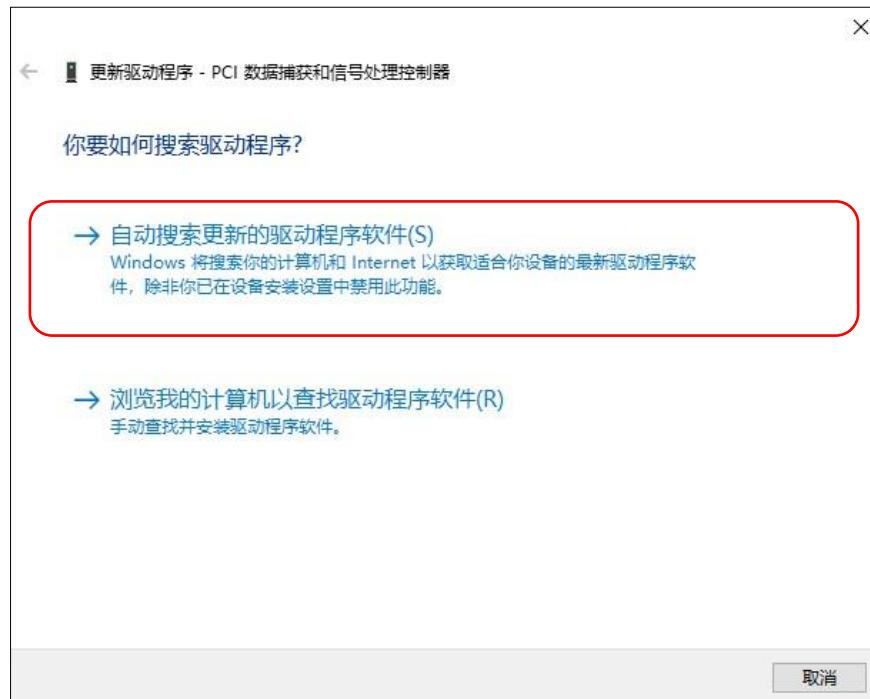

图 2.4 浏览我的计算机以查找驱动程序软件
- 2) 选中“PCI 数据捕获和信号处理控制器”，单击鼠标右键，选择“更新驱动程序”。在弹出对话款中选择“浏览我的计算机以查找驱动程序软件”，如下图 2.4 所示。